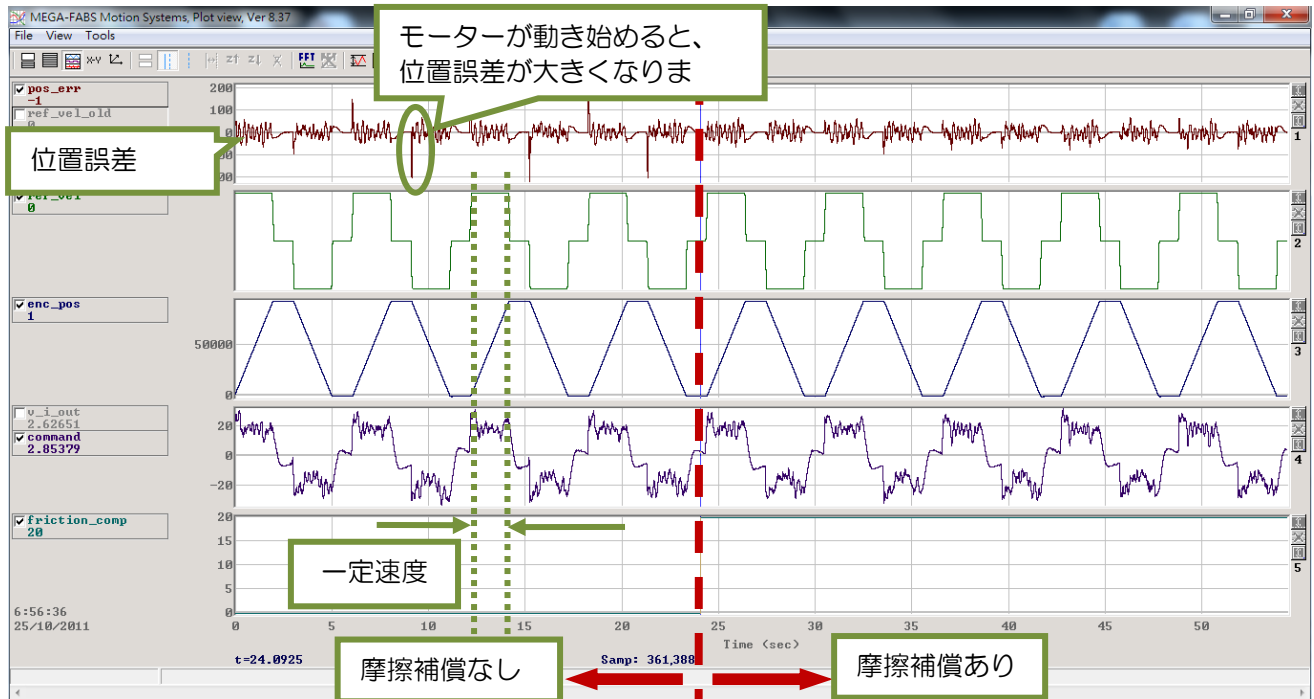

図6.6.7.2 摩擦補償
- ステップ 7: 図 6.6.7.2 の右側のように、モーターが動き始めたときの位置誤差が減少したかどうかを観察します。摩擦補償を適用した後、位置誤差は減少しました。